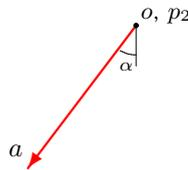

Рис. 14
2. *План скоростей.* Вычисляем значение скорости точки A (2.6). Выбираем на плоскости произвольную точку, от которой будем откладывать скорости механизма. В этой же точке будут находиться образы неподвижных точек механизма, в данном примере это точка P_1 . Построение начинаем с вектора \vec{v}_A , направление и величина которого известны (рис. 14).